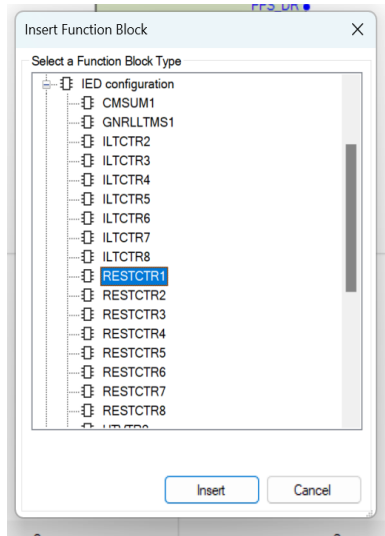

Imagen 61_Ventana de funciones en bloques_IED configuration.
2.1.19 Posteriormente, como observamos en la **Imagen 61**, insertamos el siguiente bloque dando clic en "Function Block - IED configuration - RESTCTRL" donde el bloque que nos aparecerá es el siguiente: